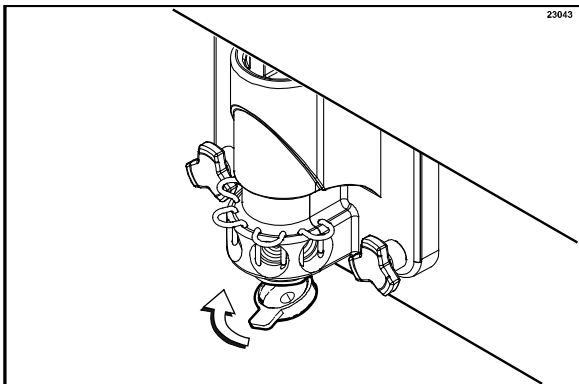

Figure 126
16. Installer le bouchon de restricteur sur le bout du bec de la porte et installer les goupilles de retenue de la vanne de sirop (Cf. Figure 126).